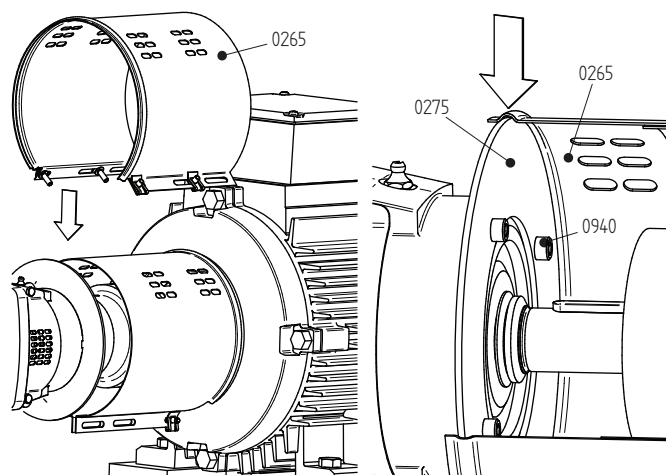

Figura 13: Montare la camicia a lato della pompa.
- 5 Svitare le viti (0940) e rimuovere la piastra di montaggio (0275) dal coperchio cuscinetto (2115). Vedere la figura 13.
- 3 Montare la piastra di montaggio (0275) sul sede del cuscinetto (0010) con viti (0940). Vedere la figura 13.